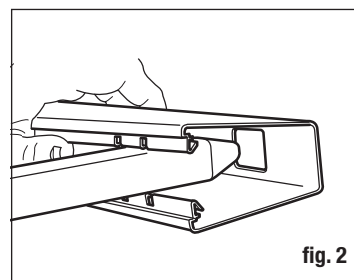
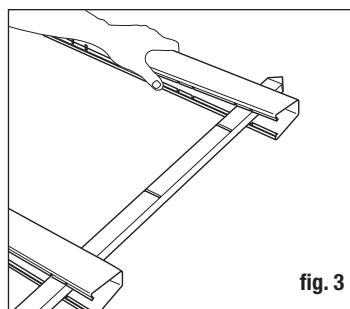

fig. 2
fig. 3
- Insert a picket into the throat of the rail, and proceed through the routed hole as shown. **DO NOT SNAP INTO PLACE** (fig. 2).
- Continue to push the picket through the bottom rail into the throat and hole of the second rail (fig. 3). The second rail becomes the top rail of the assembly. Stop when the tab in the bottom rail and the notch on the picket align. **DO NOT SNAP INTO PLACE.**
Post hole spacing is 72 in. post-center to post-center (fig. 2). Mark post hole locations along string line. Double check all measurements. Check local regulations for any special requirements for post hole depth. The fence will be stronger if the end, corner and gate posts are set at least 6" deeper than the line posts. Using a posthole digger or power auger, dig the holes 10-12" wide and 6" deeper than needed. Backfill the holes with 6" of gravel to drain water away from the bottom of the posts (fig. 3). Keep the height of your fence panels in mind when digging your postholes.
- Inserte una estaca en la estricción del pretil, y prosiga a través del orificio recortado, como se muestra. **NO DESLICE PRESIONANDO PARA QUE QUEDE EN SU LUGAR** (fig. 2).
- Continúe empujando la estaca a través del pretil inferior en la estricción y orificio del segundo pretil (fig. 3). El segundo pretil se convierte en el pretil superior del ensamblado. Deténgase cuando la pestaña en el pretil inferior y la muesca de la estaca lleguen a alinearse. **NO DESLICE PRESIONANDO PARA QUE QUEDE EN SU LUGAR.**
El espaciamiento entre los agujeros de los postes es de 72 pulg. (183 cm) de centro a centro (fig. 2). Marque las ubicaciones de los agujeros para los postes a lo largo de la línea marcada por el cordón. Revise dos veces todas las medidas. Verifique si las regulaciones locales marcan algún requisito especial para la profundidad de los postes. La cerca será más fuerte si la profundidad de los postes de los extremos, las esquinas y la puerta es 15.2 cm mayor que la de los otros postes. Con un cavador de hoyos de poste o una barrena eléctrica, cava hoyos de 25.4 cm a 30.5 cm de diámetro, con 15.2 cm más de la profundidad necesaria. Rellena el fondo de los hoyos con 15.2 cm de grava para drenar el agua de la parte inferior de los postes (fig. 3). Ten en cuenta la altura de los paneles de la cerca cuando cava los hoyos de los postes.